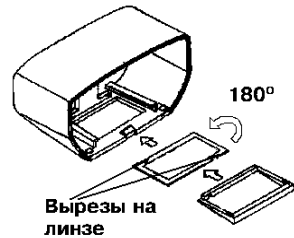

Рис.5
- **(внимание!)** выдвинуть линзу, повернуть ее на 180° (рис.5), установить в крышку так, чтобы одинарный вырез был направлен внутрь корпуса, гладкая сторона линзы должна быть направлена наружу;